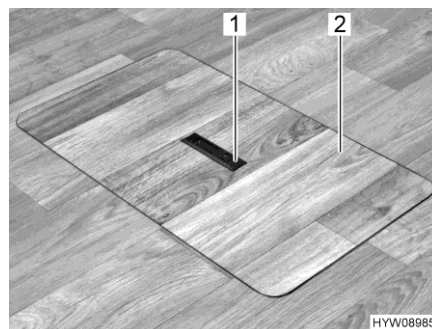
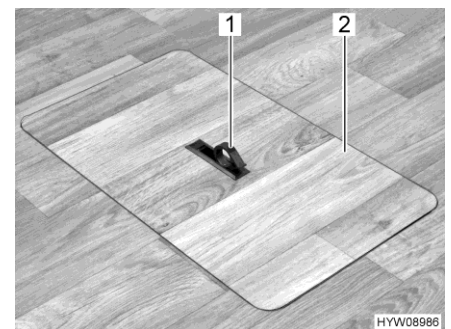

Bild 82 Lock för golvförvaringsfacket (handtag sänkt)
Bild 83 Lock för golvförvaringsfacket (handtag utsvängd)
- Tryck nedåt på ena sidan av gripplattan (Bild 82,1). Handtaget (Bild 83,1) svängs upp.
- Ta bort locket (Bild 83,2) uppåt.
- Sätt locket (Bild 83,2) i ramen i golvet.